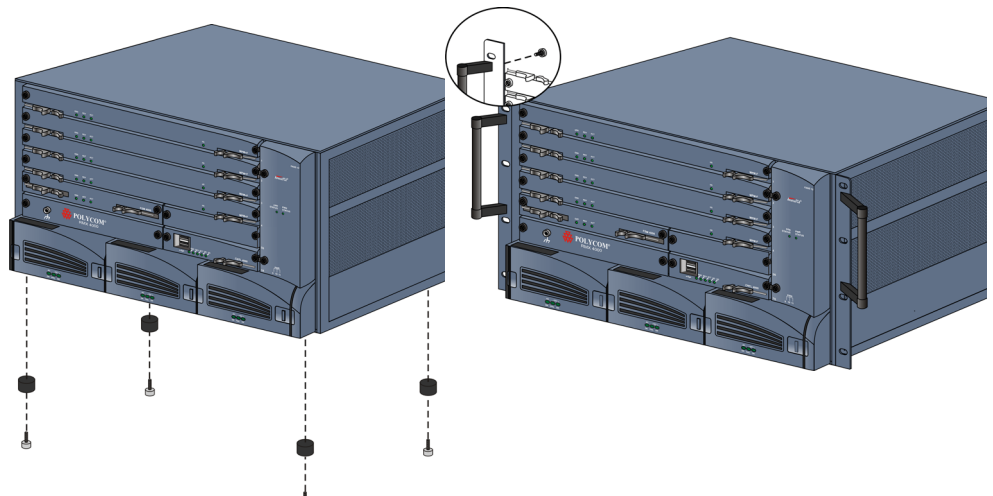

図 1-1 オプション – 脚部とハンドルの取り外し
- オプション 設置場所の状況に応じて、ラックによっては、RMX 4000 に付属のハンドルを取り外す必要があります。図 1-1、「オプション – 脚部とハンドルの取り外し」に示すように、ハンドルをシャーシから取り外します。
- オプション – RMX 4000 を取り付けるラック用の空間がちょうど 6U の場合、RMX 4000 から脚部を取り外してラックに取り付けます。図 1-1、「オプション – 脚部とハンドルの取り外し」に示すように、脚部をシャーシから取り外してください。